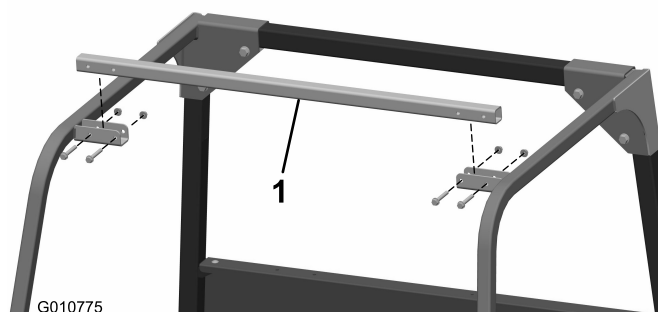

Figura 3
5. Retire los dos pernos con arandela prensada, las arandelas y las tuercas con arandela prensada que sujetan el extremo derecho del travesaño al poste derecho del ROPS (Figura 3).